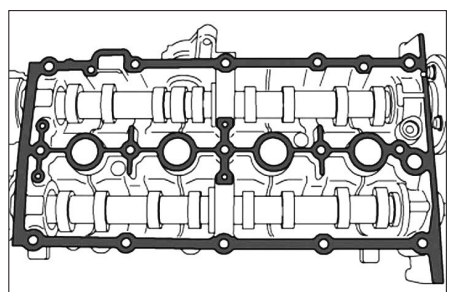

Fig. 67
- Appliquer une couche mince et régulière de produit d'étanchéité sur le carter d'arbres à cames. (Fig.67)